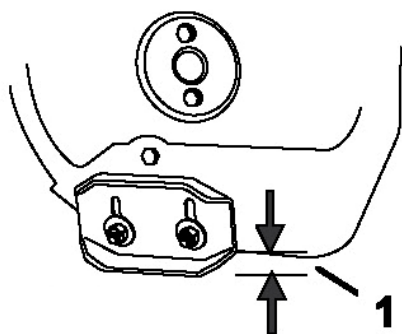

Рисунок 41.
2. Ослабьте гайки, которые крепят направляющие к бокам снегозаборника, чтобы направляющие свободно двигались вверх и вниз (рис. 41).